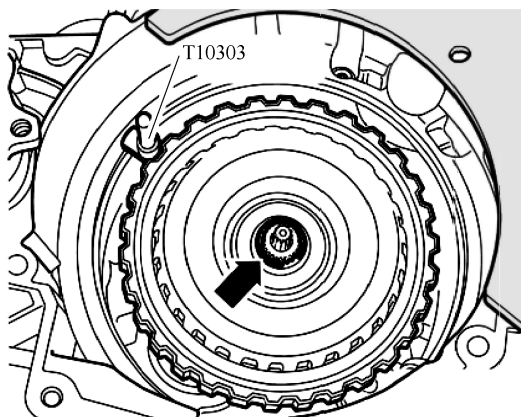

图 3-2-13 安装卡环
4) 从成套卡环中挑选出 2 mm 厚度的卡环，在图 3-2-13 所示箭头处暂时安装它。在拆下此卡环之前，必须进行两次测量。
① 第一次测量：
不要拆下卡环(T10303), 如图 3-2-13 所示。